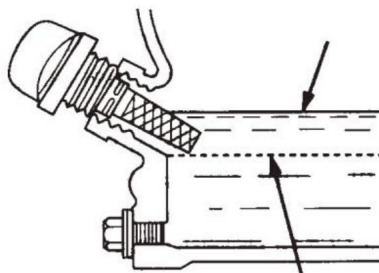

FIG. 3
7.2.4 Si el nivel de aceite es bajo (FIG. 3), llene hasta el borde del orificio de llenado de aceite con el recomendado con aceite SAE10W-30 de 4 tiempos. La capacidad máxima de aceite es 400 cc.